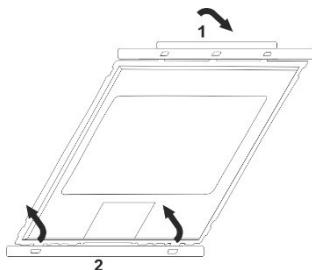
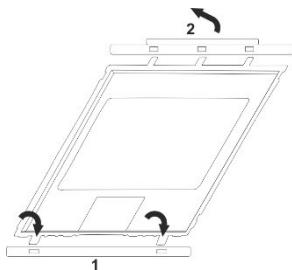

Рисунок 1
Рисунок 2
**Замена светофильтра:** отстегните держатель светофильтра (см. Рисунок 1, стрелка 1).
Затем выньте светофильтр из пазов крепления (см. Рисунок 1, стрелки 2). Установите в рамку новый светофильтр в пазы крепления (см. Рисунок 2, стрелки 1). Убедитесь, что светофильтр правильно установлен в рамке, затем пристегните держатель светофильтра (см. Рисунок 2, стрелка 2).
**Замена внешнего защитного стекла:** снимите светофильтр (см. Рисунок 1), затем снимите внешнее защитное стекло из рамки. Установите новое защитное стекло в рамку, установите светофильтр обратно (см. Рисунок 2).
**Замена внутреннего защитного стекла:** снимите светофильтр (см. Рисунок 1), подцепите защитное стекло тонким предметом через выемку в нижней части светофильтра и потяните вверх, пока оно не выйдет из края рамки смотрового окна. Вытащите защитное стекло. Затем вставьте новое защитное стекло в рамку смотрового окна. Установите светофильтр обратно (см. Рисунок 2).